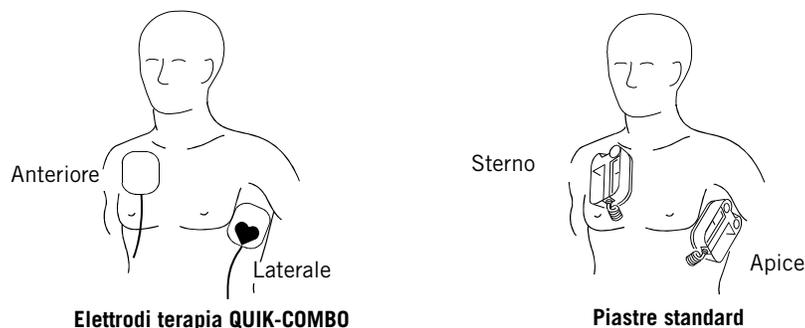

Figura 4-1 Posizionamento antero-laterale
1. Sistemare l'elettrodo di terapia ♥ o la piastra **APICE** lateralmente rispetto al capezzolo sinistro del paziente nella linea medioascellare, con il centro dell'elettrodo il più possibile lungo la linea medioascellare (vedere la Figura 4-1).
2. Sistemare l'altro elettrodo di terapia o la piastra **STERNO** sul lato superiore destro del torace del paziente, lateralmente allo sterno e al di sotto della clavicola, come illustrato nella Figura 4-1.